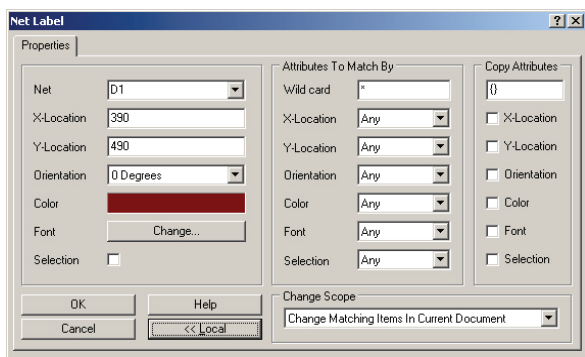

图 2-79 “Net Label” 对话框
- 6) “Global”：选中一个网络标号，双击也可打开 “Net Label” 对话框，单击 “Global” 按钮即可进入全局修改或设置，如图 2-79 所示。其中的设置基本与导线的全局设置类似，这里仅介绍几项特殊的设置。